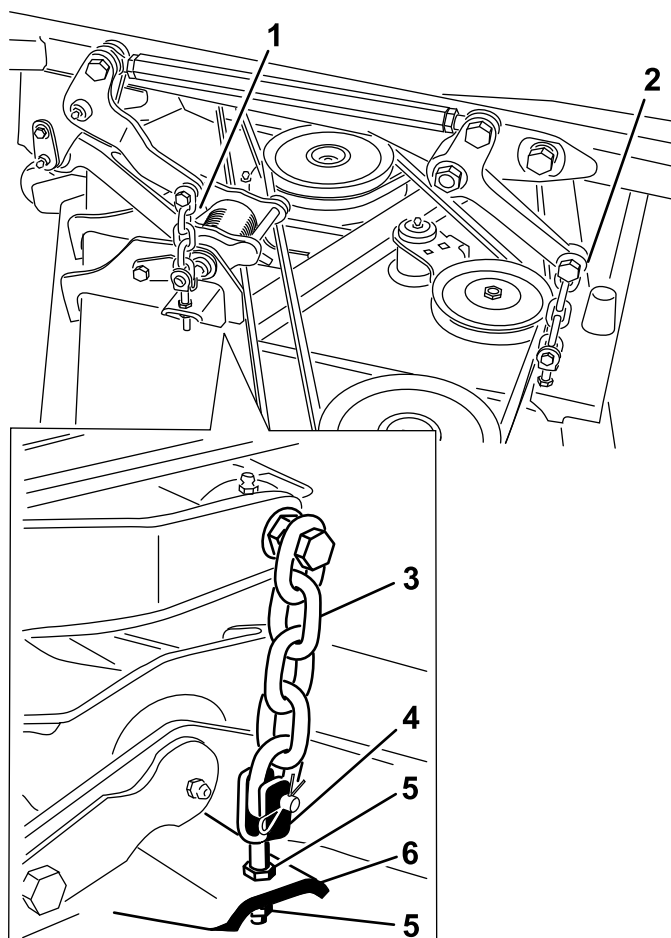

Figure 26
8. Ajustez les écrous de blocage qui fixent les chapes/chaînes de l'unité de coupe à la tondeuse jusqu'à ce que l'unité de coupe soit de niveau (Figure 26).